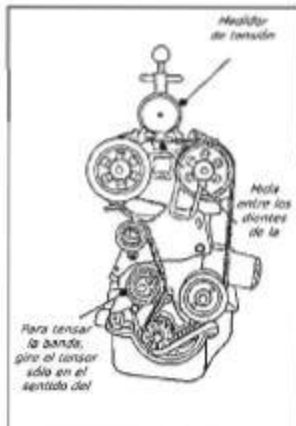

Fig. 6
- 8) Ajuste la tensión a 445 N (110 lb) si la banda es nueva o a 311 N (70 lb) si la banda está usada. Instale sobre la banda de sincronización el calibrador de tensión de bandas (Fig. 6) Ajuste el tensor hasta que logre la tensión especificada.